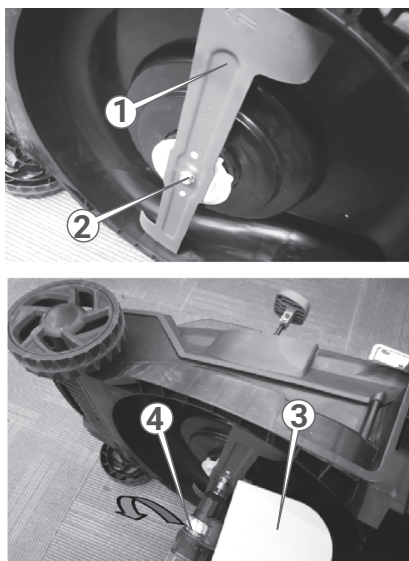

Рисунок 13. Схема демонтажу ножа.
2. Зафіксувати ніж (1, рис. 13), вставивши в косарку брусок (3, рис. 13) або щось подібне. Обережно очистити ніж від забруднення. Перевірити відсутність механічних ушкоджень та стан лез. Для очищення використовувати щітку з м'яким ворсом.
3. Ключем (4, рис. 13) відкрутити гвинт (2, рис. 13) та демонтувати ніж. Заміну ножа виконувати обережно (в щільних рукавичках).